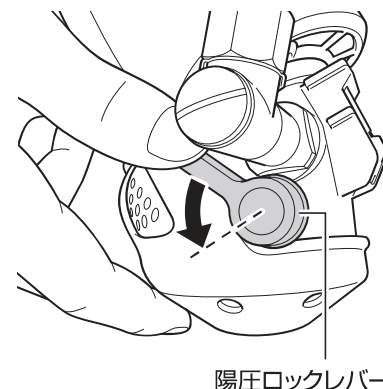

図 21 陽圧ロックレバーを回す
ロックしていなければ陽圧ロックレバーを操作してロックすること。(図 21 参照)
1. 陽圧ロックレバーを操作し、ロックされていることを確認する。(図 21 参照)